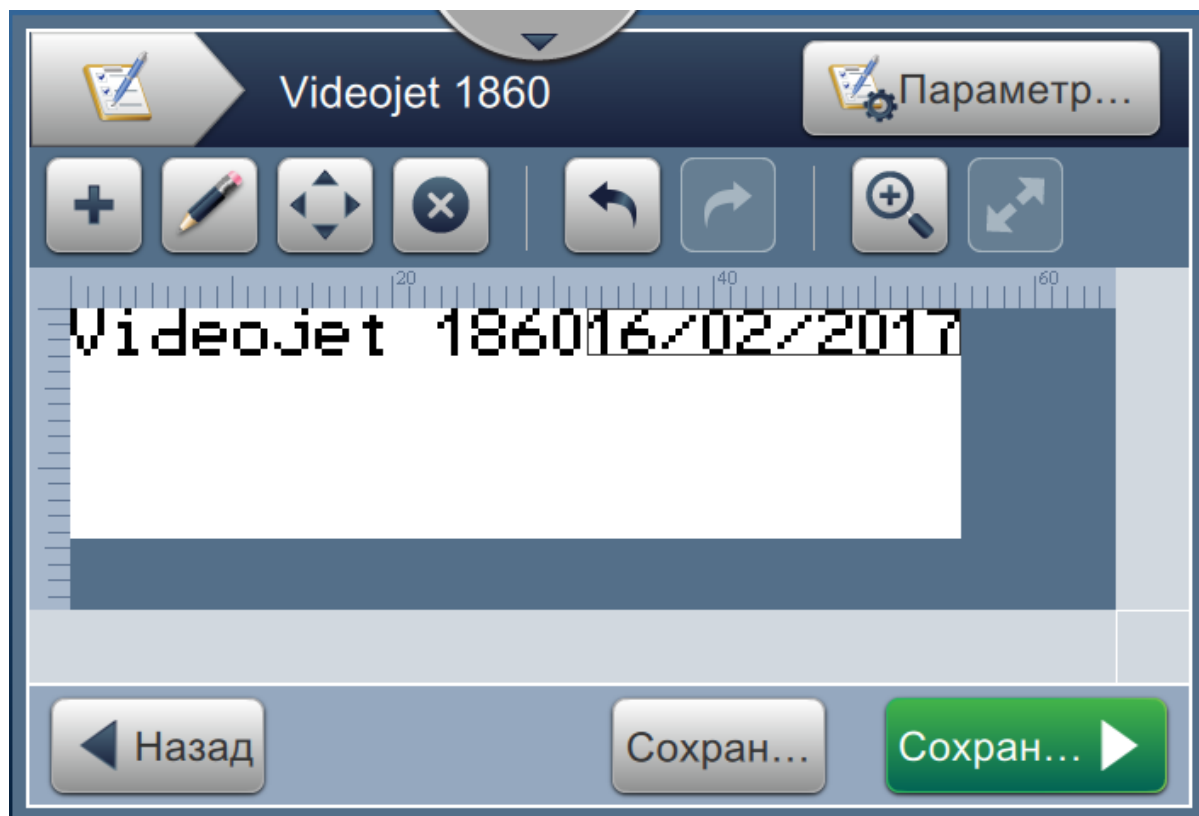

Рис. 5-20. Поле даты
21. Нажмите кнопку , чтобы сохранить внесенные изменения. Поле даты будет вставлено в задание, как показано на Рис. 5-20.